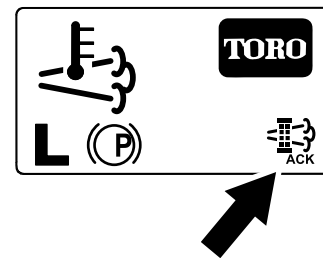

Figure 55
8. L'InfoCenter affiche l'écran d'accueil et l'icône de confirmation de régénération (Figure 55) apparaît en bas à droite de l'écran pendant le processus de régénération.